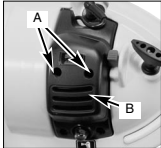

Fig. 7A
1. Retirez les 2 vis (A) qui maintiennent le boîtier du filtre à air, retirez le boîtier (B) et sortez le filtre à air (C) du boîtier du filtre (fig. 7A et B).